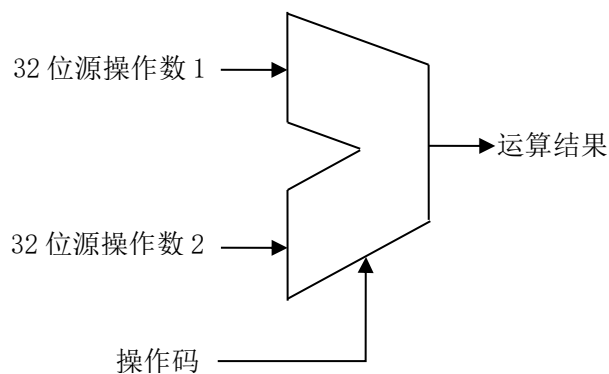

图 5.1 ALU 模块的大致框图
- (1) 学习 MIPS 指令集，熟知指令类型，了解指令功能和编码，归纳基础的 ALU 运算指令。
- (2) 归纳确定自己本次实验中准备实现的 ALU 运算，要求不实现定点乘除指令和浮点运算指令，要求至少实现 5 种 ALU 运算，其中要包含加减运算，其中减法在内部要转换为加法，与加法运算共同调用实验一里自己完成的加法模块去做。
- (3) 自行设计本次实验的方案，画出结构框图，大致结构框图如图 5.1。图 5.1 中的操作码位数和类型请自行设计，可以设计为独热码（一位有效编码）或二进制编码。比如，设计方案中预定实现 7 种 ALU 运算，则操作码采用独热码，则需 7bit 数据，每位单独指示一种运算；若采用二进制编码，则只用 3bit 数据位即可，但在需 ALU 内部先进行解码，才能确定 ALU 作何种运算。
- 4) 在课前画好实验方案的设计框图, 即补充完善图 5.1;